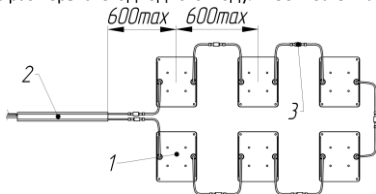

Рисунок 2 — Комплект светильников Geniled Griliato Tetris (на примере Комплекта 60Вт).
3.2. Комплект светильников Geniled Griliato Tetris состоит из основных частей (см. рисунок 2):
5.1. Светодиодные модули соединены между собой при помощи проводов с коннекторами типа «Папа-Мама». Максимальное расстояние между центрами светодиодных модулей 600мм (см. рисунок 2). При необходимости увеличения расстояния между светодиодными модулями и между модулями и блоком питания необходимо использовать соединительный провод Geniled 1m (или 2m) с коннекторами «Папа-Мама» (приобретается отдельно). На одно соединение можно устанавливать не более одного соединительного провода.